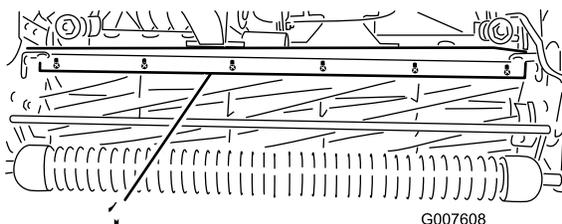

Figura 52
1. Afloje los tornillos que sujetan la barra superior (Figura 52) a la unidad de corte.